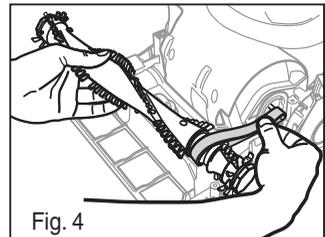

Fig. 4
- 4) Quite el cepillo de rodillo y la banda. Coloque la nueva banda alrededor del eje del motor y el cepillo de rodillo (Fig. 4).